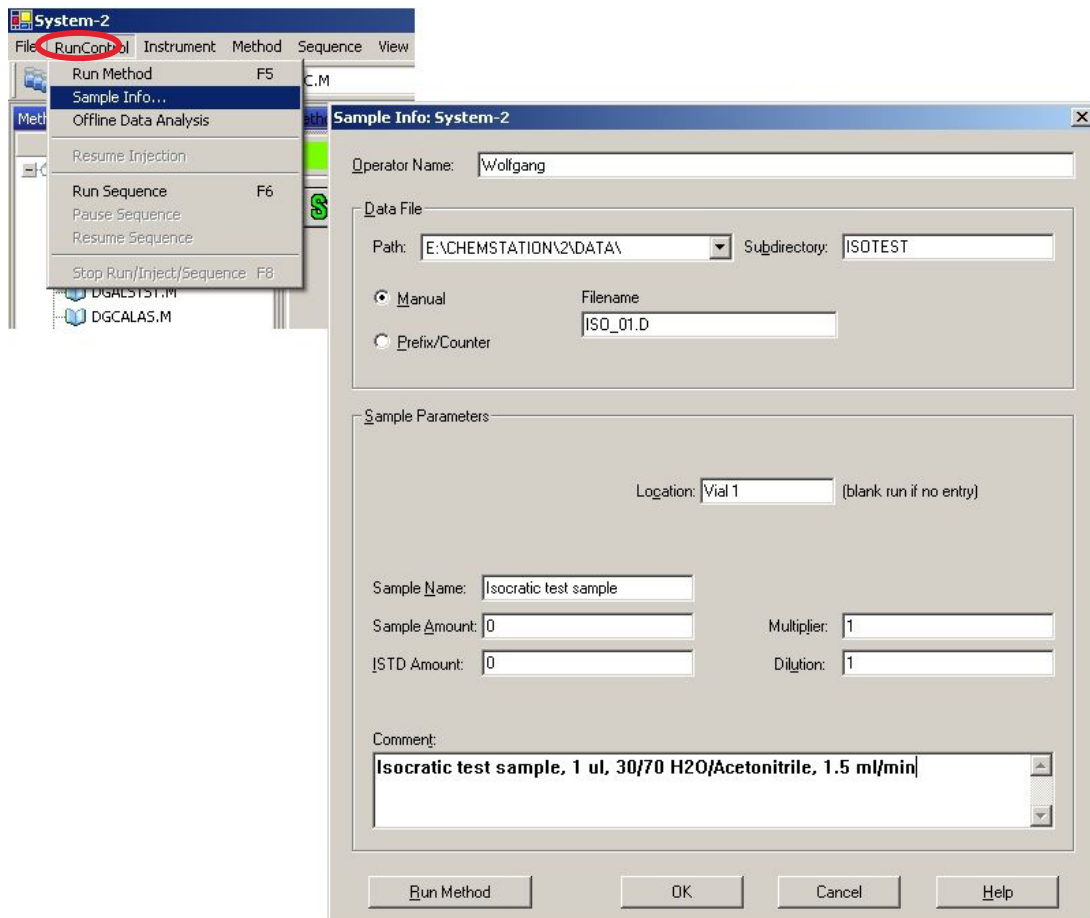

図 17 サンプル情報
- 14 メニュー項目 [ランコントロール] > [サンプル情報] を選択して、このアプリケーションについての情報を入力します (50 ページ 図 17)。[OK] を押すと、この画面から離れます。